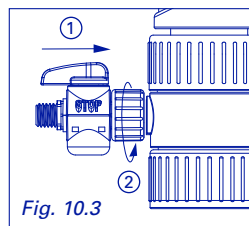

Fig. 10.3
- 2 Montare il rubinetto (Fig. 10.3)
- 2 Montar el grifo (Fig. 10.3)
- 2 Encaixar a torneira (Fig. 10.3)